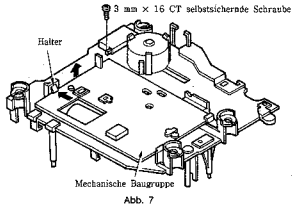

Abb. 7
**2. Ausbau der mechanischen Baugruppe (Abb. 7)**
Nach dem Ausbau der Lademechanik, öffnen Sie den Halter an einer Stelle am Boden, wie in Abbildung 7 gezeigt.